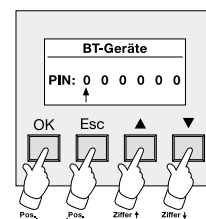

Bild 5:
4. An dieser Stelle ist es möglich, dass der Bediener dazu aufgefordert wird, eine PIN einzugeben (Bild 5). Die 6-stellige Identifikationsnummer kann das Gerät auf Benutzerebene vor unbefugtem Fremdzugriff schützen.